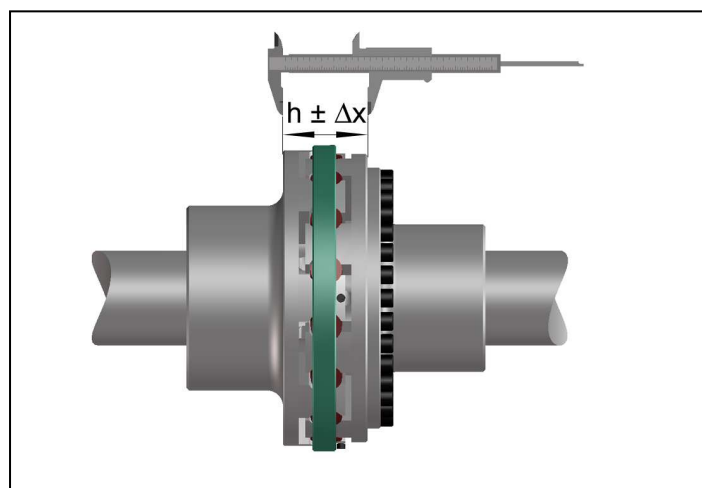

Bild 9
- Messen Sie gemäß Bild 9 den axialen Flanschabstand h .